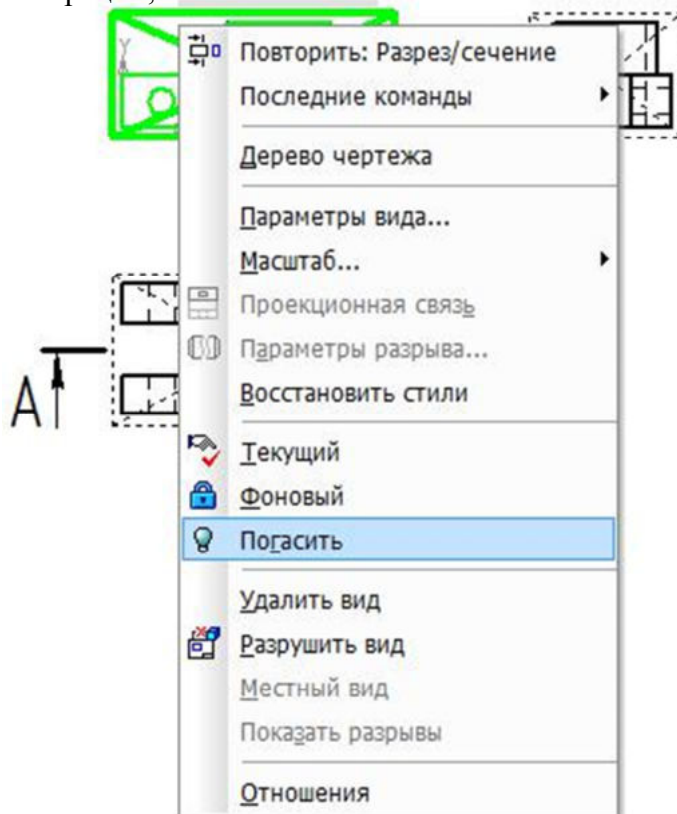

Рис. 9
- на разрезе контур детали, расположенный до плоскости сечения, не изображается. Выделите ЛКМ главный вид и щелчком ПКМ вызовите контекстное меню, из которого выберите **Погасить** (рис. 9).